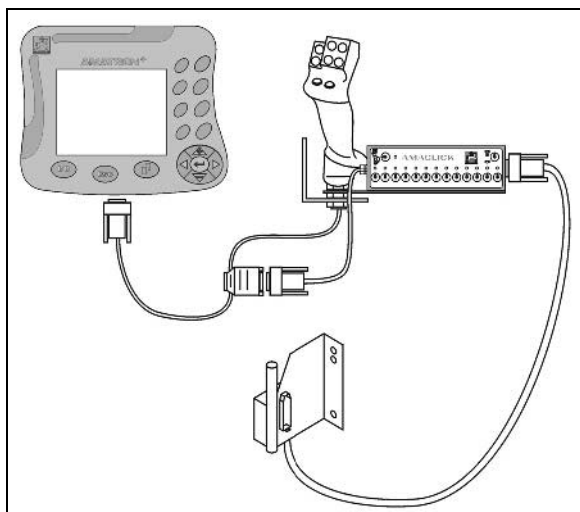

Fig. 94
- con empuñadura multifuncional conforme a la fig. 94.